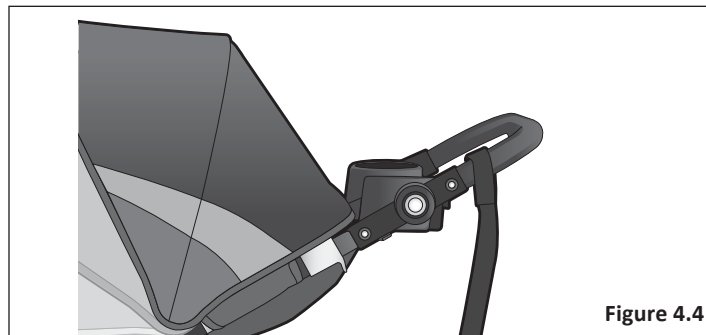
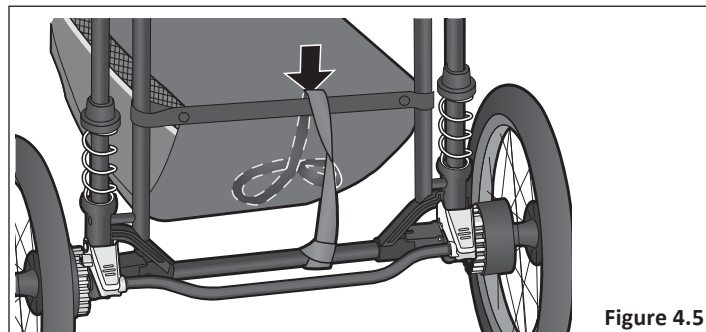

Figure 4.4
Figure 4.5
- 1 Deux façons de ranger la dragonne quand elle n'est pas utilisée: Suspendre la dragonne au plateau du parent **Figure 4.4**, ou placer la dragonne dans le panier, or place strap in basket. **Figure 4.5**